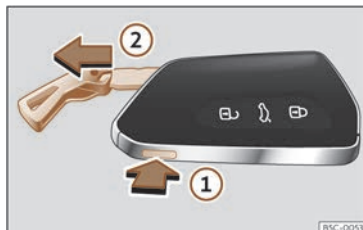

Fig. 65 Chave do vehículo: extraer o espadín.
- Prema o botón >>> fig. 65 ① para facer saír a argola a modo de chaveiro e poder extraer o espadín ②. Se preme lixeiramente sobre a argola, esta quedará fixa a modo de chaveiro.
- Prema o botón >>> fig. 65 ① para desbloquear. Manteña premido o botón ① e ao mesmo tempo tire da argola na dirección da frecha >>> fig. 65 ② para extraer completamente o espadín.